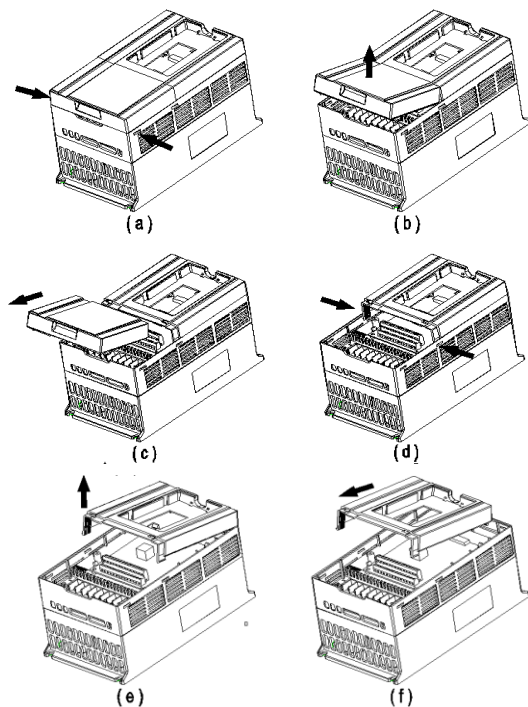

图3-4 CFC5000—4.0/7.5KW 机型盖板的拆卸
CFC5000-4.0/7.5KW 机型的盖板由两块塑胶盖板拼装在一起，请对照机型，参照图 3-4，按下列步骤安装和拆卸。在进行盖板的拆卸和安装前，请取下操作面板。
- 1) 将底部盖板的安装爪向内按压，如图3-4 (a) 所示；
- 2) 揭开底部盖板，如图3-4 (b) 所示；
- 3) 取下底部盖板，如图3-4 (c) 所示；
- 4) 卸下顶部盖板下方处螺钉，并将安装爪向内按压，如图3-4 (d) 所示；
- 5) 揭开顶部盖板，如图3-4 (e) 所示；
- 6) 取下顶部盖板，如图3-4 (f) 所示